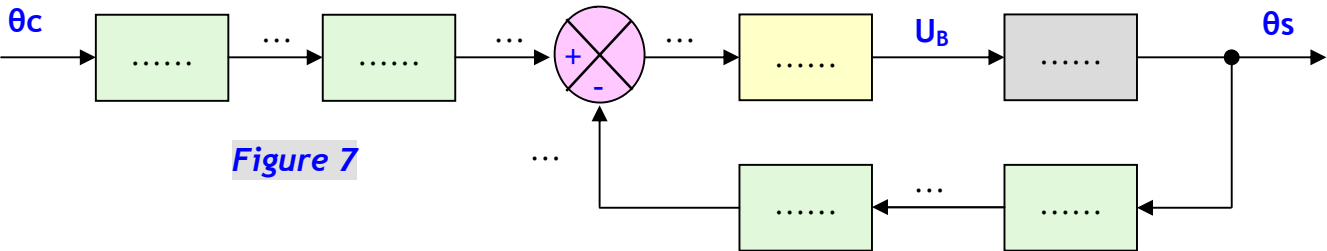

Figure 7
1. Schéma fonctionnel de la régulation de température du chauffe-eau - Figure 7 - ;